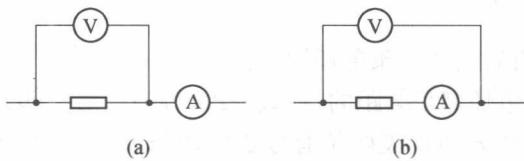

图 1-1-3 电阻测量电路
- (1) 原理:伏安法测电阻的原理是欧姆定律,只要测出通过待测电阻的电流和两端的电压,然后根据 $R = U/I$ 就可得到待测电阻的阻值。
- (2) 测量电路:测量电路有电流表外接法(图 1-1-3(a))和电流表内接法(图 1-1-3(b))两种选择。